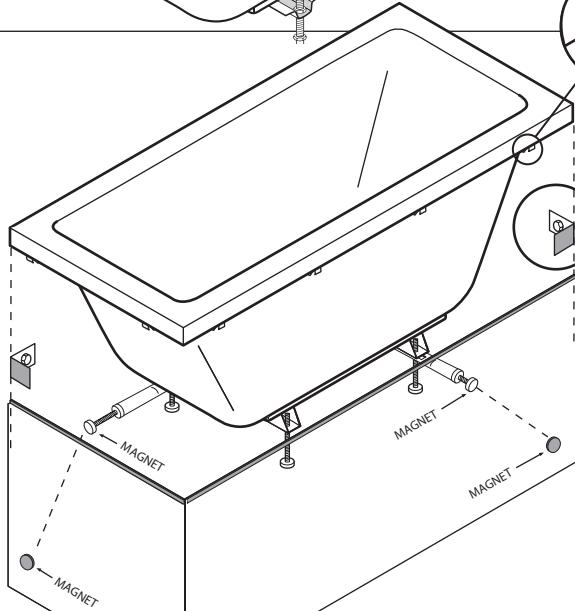

Fig. G1
sigtigt badekarret op på vægbeslaget. Indstil fodderne til de står solidt på gulvet (fig. C1). Det er meget vigtigt, at den fulde vægt af badekarret, fyldt med vand, er støttet af fodderne og ikke af badekarrets øverste kant. Kontroller, at karret er placeret korrekt og i vater og efter-spænd så låsemøtrikken på hvert ben. Sæt front- eller L-panel på og justér holdestængerne med de magnetiske slutpropper så pladen/pladerne er i lod (se fig. H). Vægbeslag medfølger til yderligere støtte (se fig. G1).
- av bema og ikke av badekarets øverste kant. Pass på at karet er riktig plassert i vater, og stram låsemutteren på hvert ben. Sett front- eller L-platen på og juster festestengene med de magnetiske endestykkene slik at platen/platene er vinkelrette (se fig. H). Veggfester følger med for ytterligere støtte (se fig. G1).
- 6) Remove the front and/or the end panels and carefully lift the bathtub up on the wall mount. Adjust the feet so they are resting solidly on the floor. It is very important the entire weight of the water filled bathtub is supported by the feet and not by the top edge of the bathtub. Make sure the tub is correctly placed and is levelled and then tighten the locking nut on each leg. Attach the front or L-panel and adjust the holding bars with the magnetic end plugs so the covers are positioned vertically (see fig. G1). Wall mount included for further support.